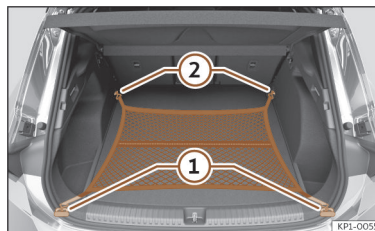

Fig. 190 Na bagageira: saco de rede fixado rente ao piso.
- Fixe os ganchos da rede nas argolas de fixação >>> **Fig. 190** ① e ② >>> . O fecho de correr do saco deve ficar voltado para cima.